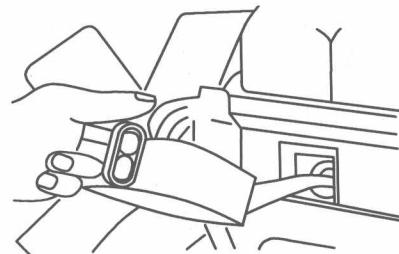

图 1-2 向汽缸内注入机油
- ① 清洁发动机外部和内部，去除各处油污和积垢。
- ② 在发动机怠速运转时打开散热器盖和放水开关，向散热器加注清水直到放出的水不浑浊为止，并将水放尽。
- ③ 放尽燃油箱内燃油；检查油底壳和各齿轮箱内润滑油的数量和质量，必要时补充或更换，润滑全车各润滑点。
- ④ 紧固全车外部各螺栓、螺母，检查轮胎气压并补充到标准值上限。
- ⑤ 如图 1-2 所示，拆下各缸火花塞，向汽缸内注入适量机油。转动曲轴 20 转左右，使汽缸壁上涂满机油，然后安装恢复火花塞。
- ⑥ 拆下蓄电池妥善存放，放松各传动带，解除轮胎和各悬架的负荷。